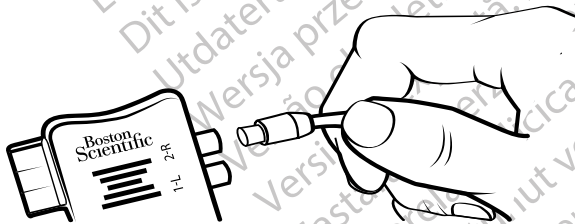

Рисунок 16. Подключение кабеля для операционной 1x8 к ВПС 2 и адаптеру ВПС
4. Вставьте кабель для операционной с удлинителем в порт адаптера ВПС с меткой 1-L (Рисунок 16).